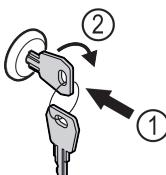

Fig. 207
- Вставьте ключ. Fig. 207 (1)
- Поверните ключ на 90° по часовой стрелке. Fig. 207 (2)